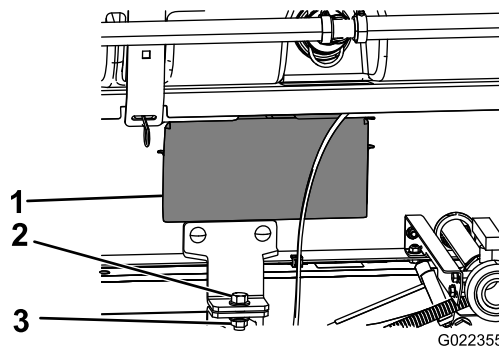

Рисунок 36
5. Снимите панели доступа с обеих сторон рамы (Рисунок 36).
8. Установите в боковые крепежные кронштейны модуля бака в сборе и в нижние кронштейны опорной рамы болт (½ x 1½ дюйма) и стопорную гайку (½ дюйма), как показано на Рисунок 36.